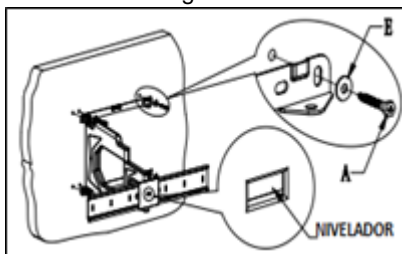

Fig.4.
Fije el soporte utilizando tornillos (A), verifique que el plato no presente ningún movimiento.Fig.4.